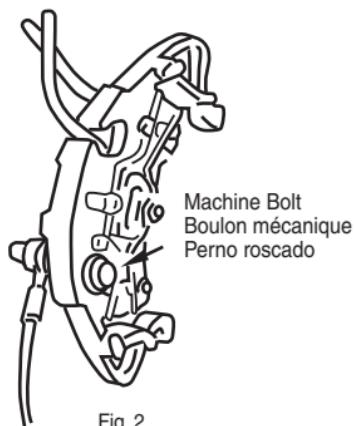

Fig. 2
6. If the vehicle has cornering lights, a small machine bolt may be used to attach the extra wire (see fig. 2).
6. Si le véhicule comporte des clignotants, utiliser un petit boulon mécanique pour fixer le fil supplémentaire (voir fig. 2).